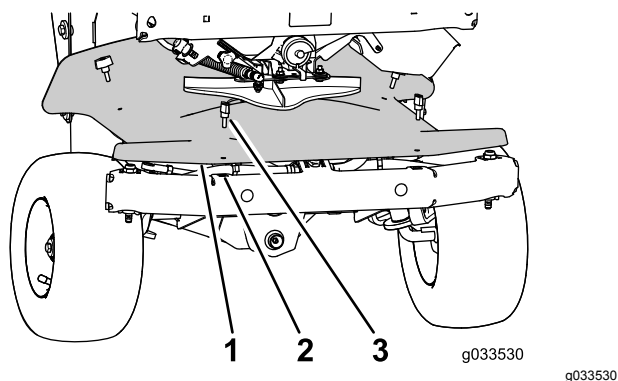

Figure 95
- A. Retirez les 4 vis à oreilles qui fixent le couvercle avant (sous la turbine) au châssis et déposez le couvercle (Figure 95).